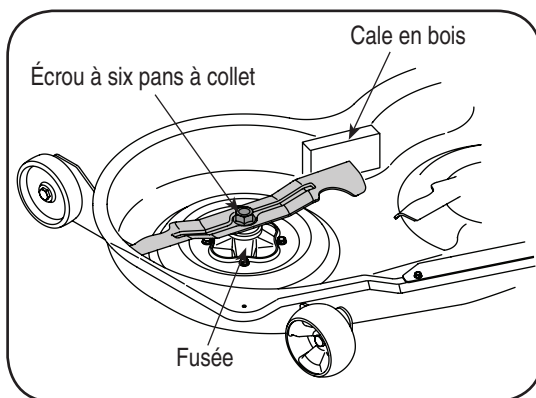

Figure 24
- Une cale en bois peut être placée entre l'habitacle du plateau de coupe et le tranchant de la lame pour dégager l'écrou à six pans qui retient la lame. Voir la Figure 24.